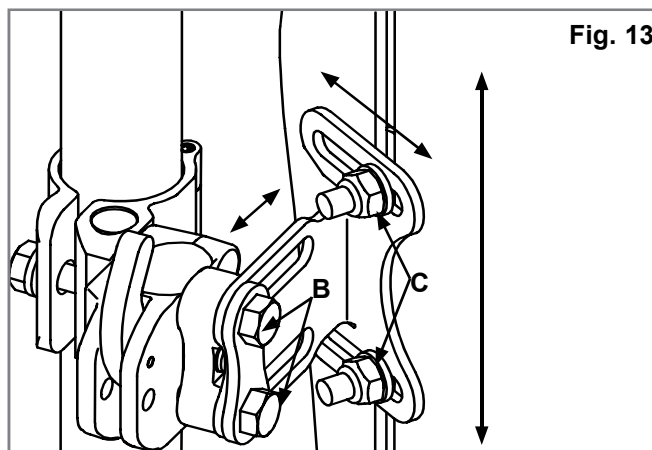

Fig. 13
- Stellen Sie den Rücken auf die gewünschte Position (Fig. 13), Tiefe, Sitzneigung und Höhe ein und ziehen Sie dann die Schrauben (B) und Muttern (C) von Hand an.